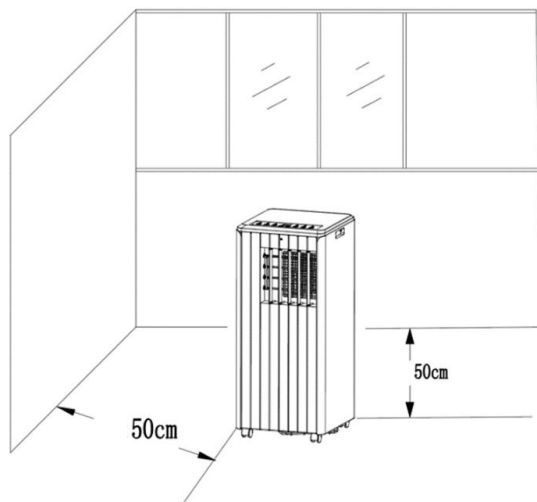
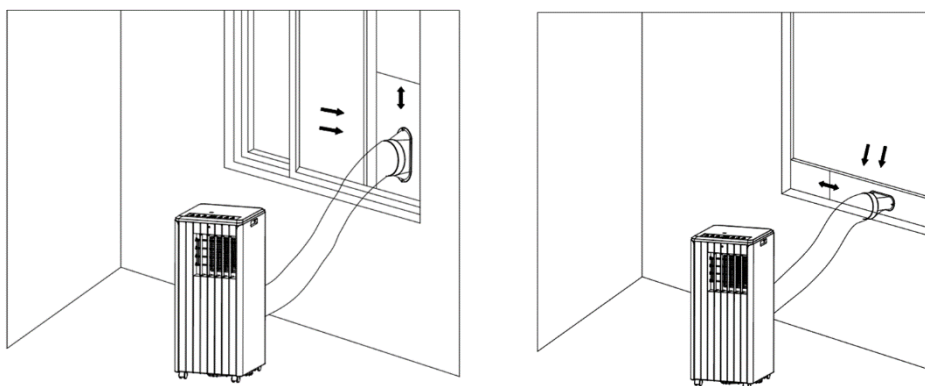

Рис. 3
Рис. 4
2.1. Приоткройте окно наполовину и установите на окно уплотнительную пластину в собранном виде (как показано на рис.3 и рис.4). Компоненты можно размещать в горизонтальном и вертикальном направлениях.